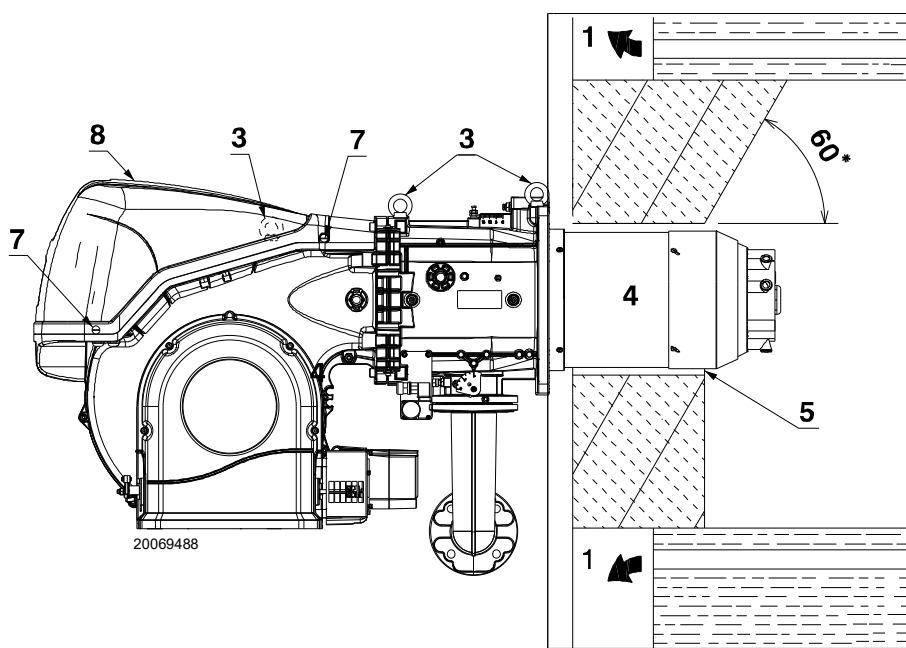

Fig. 11
Prévoir un système de levage adéquat capable de s'engager dans les anneaux 3)(Fig. 11), après avoir enlevé les vis de fixation 7) du capot 8).
- Installer l'isolation thermique fournie dans la buse 4)(Fig. 11).